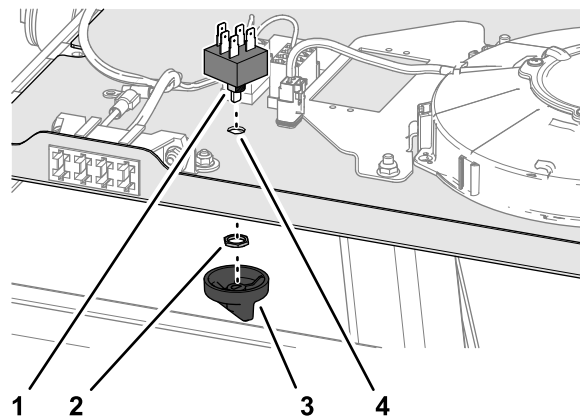

Figura 5
- Alinhe a parte plana no eixo exterior do eixo do interruptor da ventoinha com o furo em forma de D no painel de interruptores (Figura 5).
- Insira o eixo do interruptor da ventoinha através do furo no painel e prenda o interruptor com a porca de retenção (Figura 5).
- Alinhe o furo em forma de D no manípulo com a parte plana do eixo interno do eixo do interruptor da ventoinha (Figura 5).
- Pressione o manípulo no interruptor até que o manípulo encaixe totalmente (Figura 5).